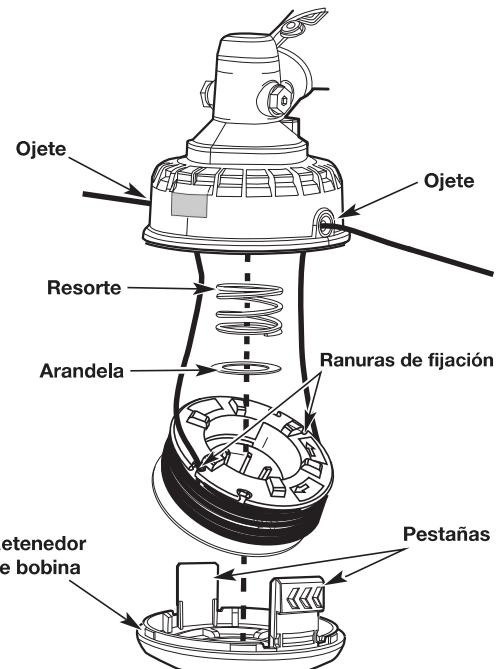

Fig. 14
1. Empuje hacia adentro las pestañas que tiene a los lados del retenedor de bobina y tire de ellas para extraerlo (Fig. 14).
5. Coloque el retenedor de bobina ejerciendo presión sobre las pestañas en las ranuras y empujando la bobina hacia abajo hasta que el retenedor de bobina haga clic en su lugar (Fig.14).
6. Coloque las cuerdas en las ranuras de fijación de la bobina (Fig. 14).